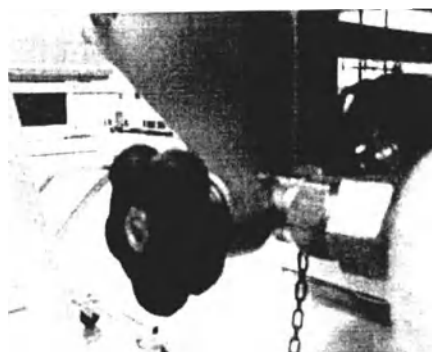

Рисунок 47
- вентили баллонов находятся в закрытом положении, т. е. повернуты до упора по часовой стрелке (рисунок 47);
3.4.7 Плавно, против часовой стрелки, открыть вентиль (рисунок 47) кислородного баллона (если необходима кислородотерапия). При этом манометр высокого давления редуктора покажет давление в баллоне - не более 20 МПа. На выходном фитинге редуктора давление кислорода составит не более 0,5 МПа.